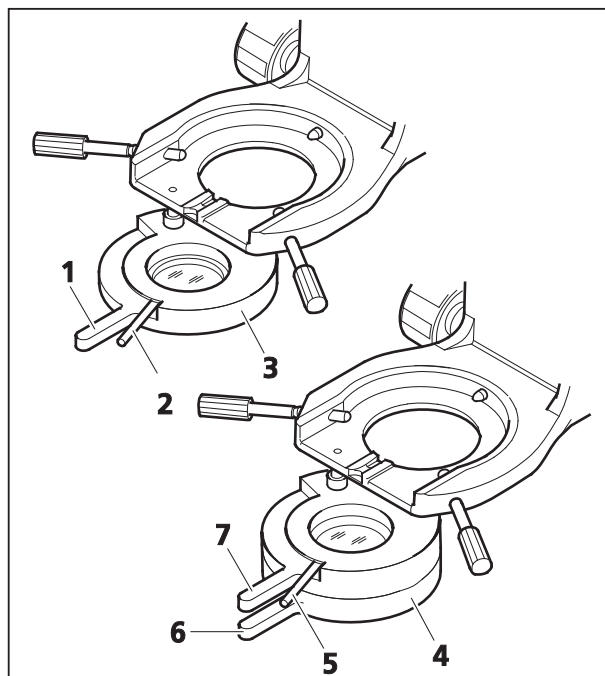

Fig. 2-22 Polariseurs
### Polariseur D, 90° orientable et escamotable (Fig. 2-22/3)
- Polariseur intercalable/escamotable au moyen de la tige (Fig. 2-22/1)
- Rotation du polariseur sur 90° avec la tige (Fig. 2-22/2)
### Polariseur à lame lambda orientable (Fig. 2-22/4)
- Polariseur intercalable/escamotable avec la tige (Fig. 2-22/6)
- Lamme lambda intercalable/escamotable avec la tige (Fig. 2-22/7)
- Rotation de la lamme lambda avec la tige (Fig. 2-22/5)